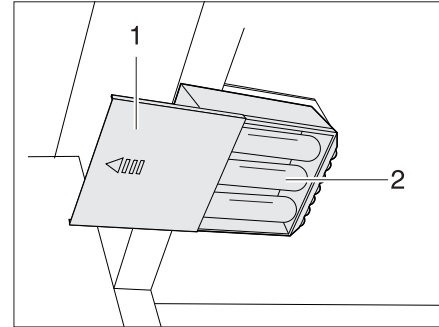

Bild 299 Kleiderschrankleuchte mit LED, Batteriefach geöffnet
- Die Batterien (Bild 299,2) dem Batteriehalter entnehmen.
- Neue Batterien (Bild 299,2) gleichen Typs polrichtig (+/-) einsetzen.
- Deckel (Bild 299,1) wieder aufschieben.